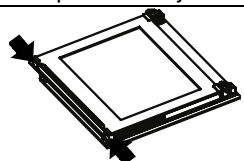
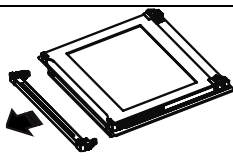

Figura 17
Figura 18
1. presiona las trabas plásticas laterales como se indica en la **figura 17**, y tira del perfil hacia vos (ver **figura 18**).